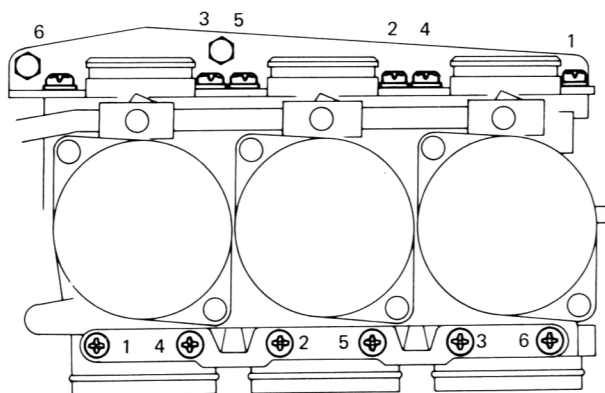

Bild 138
- Die Vergaser gleichmässig zusammendrücken und die Schrauben in der in Bild 138 angegebenen Reihenfolge in zwei oder mehr Schritten mit 4 bis 6 Nm anziehen, um eine Fehlausrichtung der Vergaser zu vermeiden.